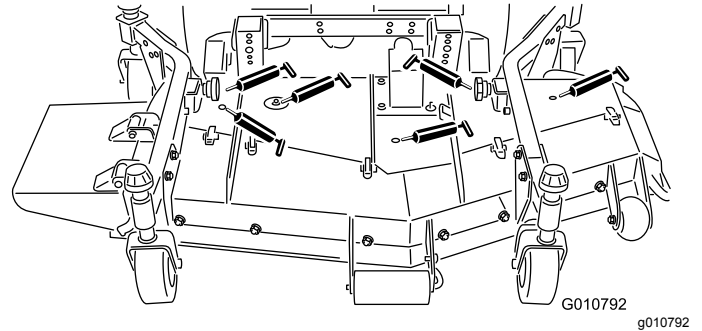

Bild 17
- Messerspindellager (Bild 17)
- Rechte und linke Schubarmkugelgelenke (Bild 17)